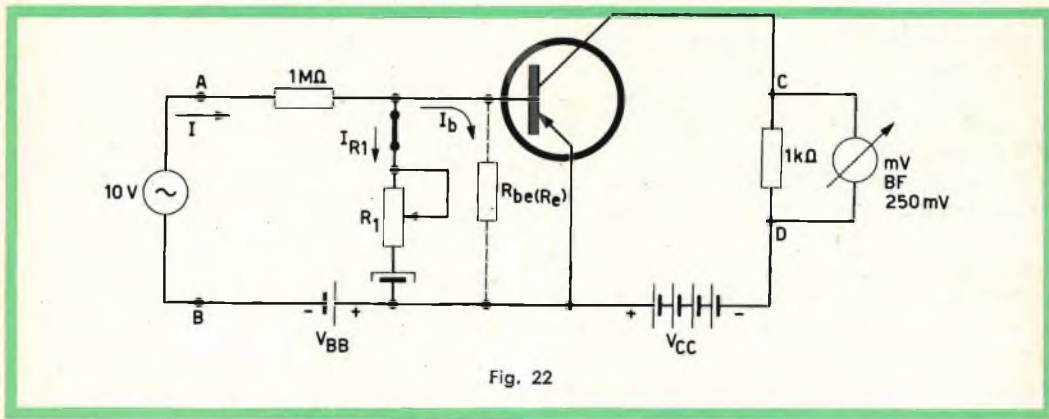

Fig. 22
b) Interruttore 1 chiuso (fig. 22)